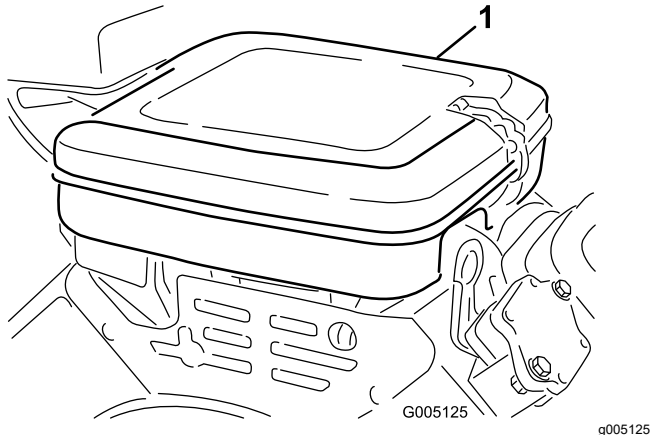

Figura 25
1. Limpie la tapa del limpiador de aire (Figura 25).